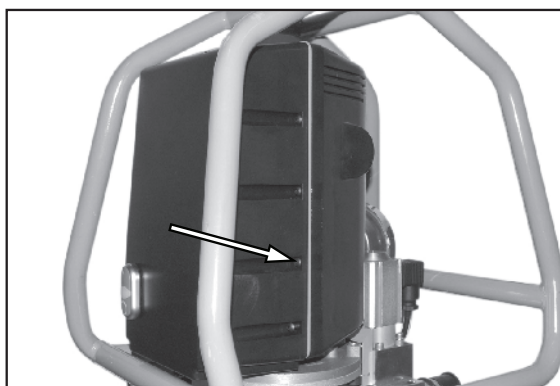

Abbildung 11.
2. Siehe Abbildung 11. Die 10 Schrauben entfernen.